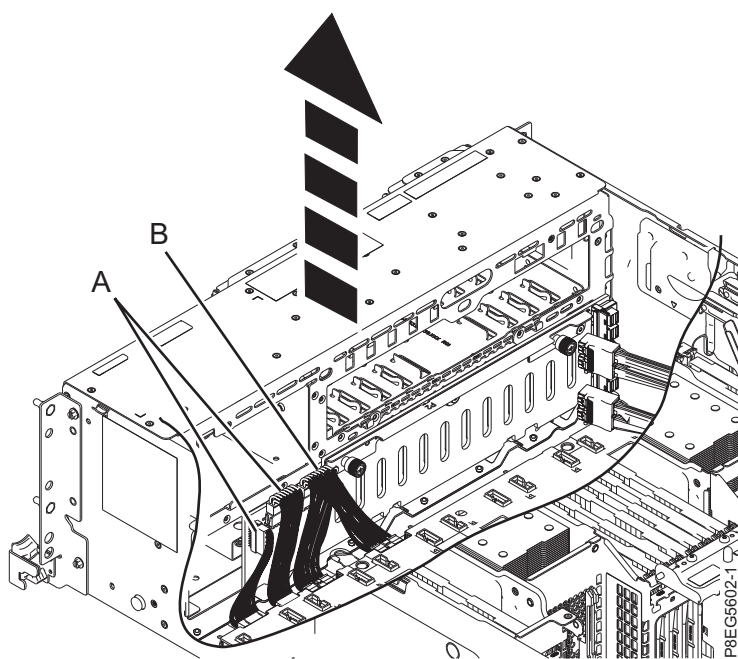

Figura 4. Desconectando os cabos de energia, sinal e painel de controle do painel traseiro da unidade de disco
5. Etiquete e desconecte os cabos de sinal e do painel de controle (A) e o cabo de energia em Y (B) do painel traseiro da unidade de disco conforme mostrado na Figura 4.